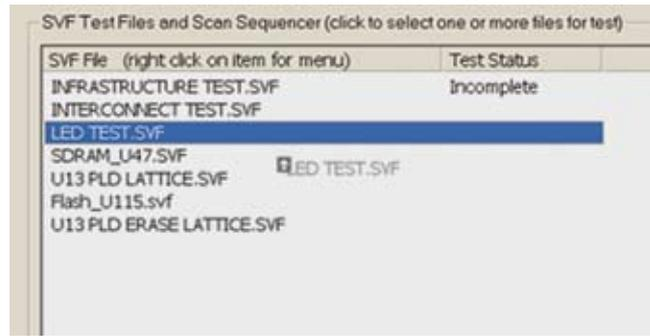

Рис. 6. Окно секвенсера onTAP
теста в окне секвенсера (см. рис. 6) голубым и нажимая кнопку Go, или, прижав правую кнопку мыши на строке отдельного теста, выбирая «Run Test on This File Only». Таким же образом можно прогонять любые группы тест-файлов в последовательности их расположения в окне секвенсера. Прогон подготовленных и отлаженных JTAG-тестов на производственной линии выполняется на экране ГИП Mfg Test в следующем порядке:
- нажать кнопку Browse справа от окошка Project внизу и выбрать любой из тестов (в виде файла SVF), находящихся в папке проекта; эти же файлы можно загрузить через File в верхнем меню интерфейса системы onTAP; в верхнем правом окне секвенсера (см. рис. 6) появится фиксированная последовательность тестов, какой она была запомнена на этапе отладки; при необходимости сформировать другую последовательность это можно сделать в копии проекта под другим именем.